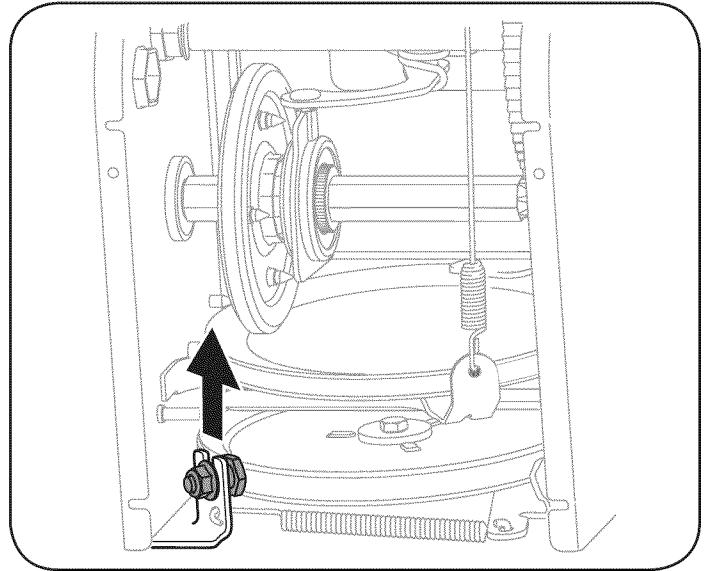

Figura 26
7. Afloje y retire el tornillo con reborde que actúa como guarda de la correa. Vea la Figura 26.